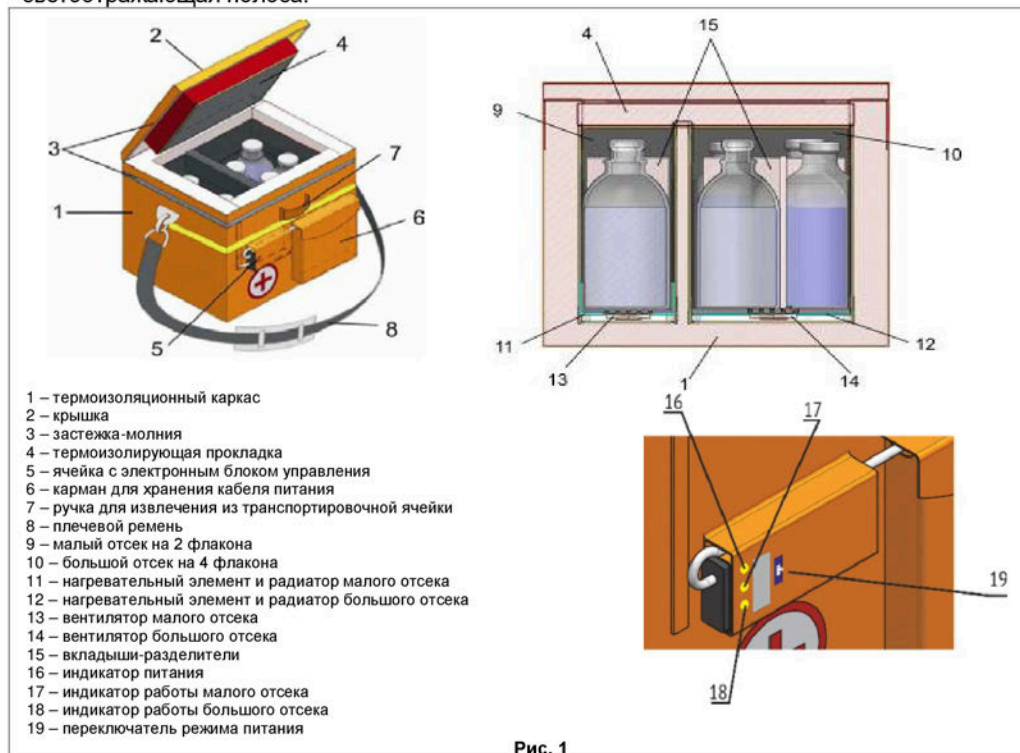

Рис. 1
4.1. Устройство термоконтейнера представлено на рис. 1.